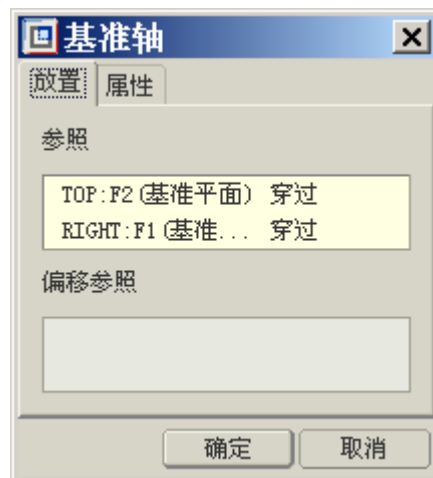

图 3-203
- (1) 单击特征工具栏中的  按钮，打开『基准轴』对话框。
- (2) 按下 **Ctrl** 键，在模型中分别选择基准面 TOP、RIGHT，在对话框中设定为“穿过”，如图 3-203 所示。